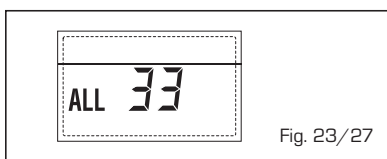

Fig. 23/27
- **ANOMALÍA COMUNICACIÓN FICHA RS-485 EN MODALIDAD CASCADA "ALL 34" (fig. 23/28)**